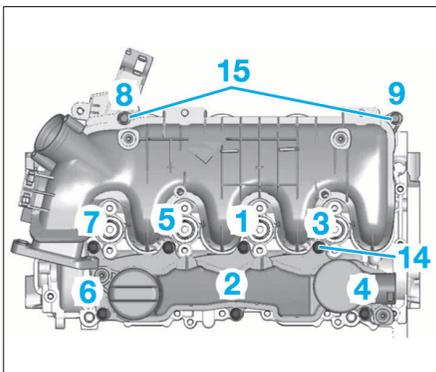

FIG. 43
- Pour la repose, procéder dans l'ordre inverse de la dépose. Suivre l'ordre de serrage indiqué (Fig.43) à  $1 \pm 0.2$  daN.m pour les vis (14) et (15).